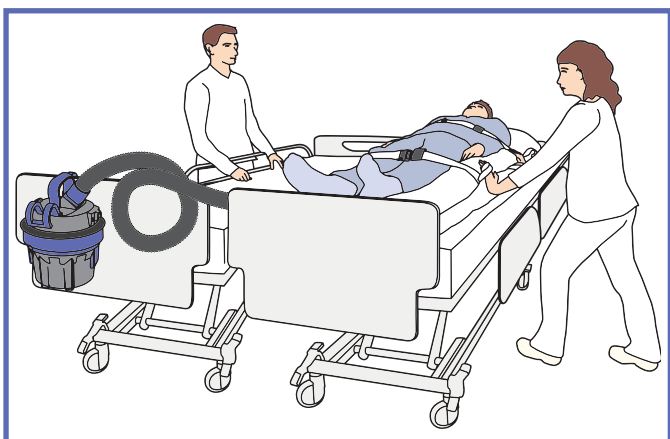

Fig. 14
11) **Lado de procedencia:** apriete las correas de seguridad y empuje firmemente el colchón *Maxi Air* hacia la superficie receptora (consulte la "Fig. 14").